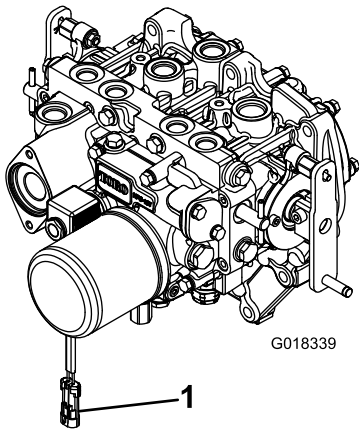

图3
2. 将线束接头从 PTO 电磁头阀门线圈连接器断开（图 3）。
8. 在将驱动轴的另一端连接到附件齿轮箱轴上之后，应将线束接头连接至 PTO 电磁头阀门线圈连接器（图3）。